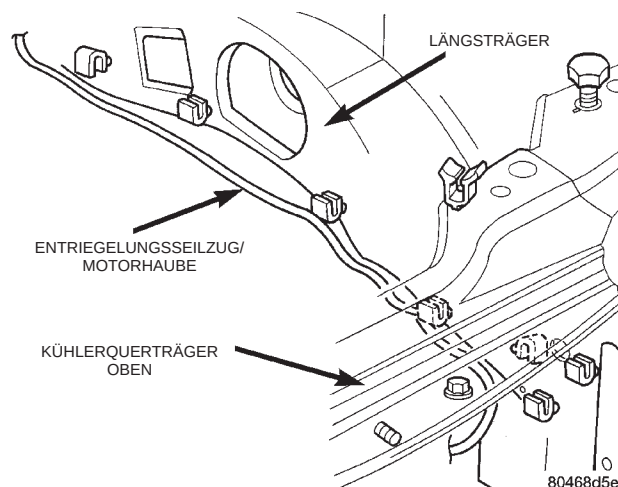

Abb. 5 Verlegung des Entriegelungsseilzugs der Motorhaube
(4) Halteclips lösen, mit denen der Entriegelungsseilzug der Motorhaube am linken inneren Längsträger befestigt ist (Abb. 5).
(5) Gummitülle des Entriegelungsseilzugs unten an der Spritzwand lösen.
(6) Halteclip lösen, mit dem der Entriegelungsseilzug an der Spritzwand befestigt ist.
(7) Entriegelungsseilzug aus dem Fahrzeug nehmen.
(1) Entriegelungsseilzug durch die Öffnung in der unteren Spritzwand und entlang des inneren Längsträgers verlegen.
(2) Gummitülle in die untere Spritzwand einsetzen.
(3) Halteclip einsetzen, mit dem der Entriegelungsseilzug am unteren Windlauf befestigt ist.
(4) Befestigungsschrauben ansetzen und festziehen, mit denen der Griff des Entriegelungsseilzugs am inneren Windlaufblech befestigt ist.
(5) Linke Windlaufabdeckung anbauen.
(6) Entriegelungsseilzug der Motorhaube am inneren Längsträger entlang in die Halteclips einhängen (Abb. 5).
(7) Motorhaubenverriegelung einbauen.